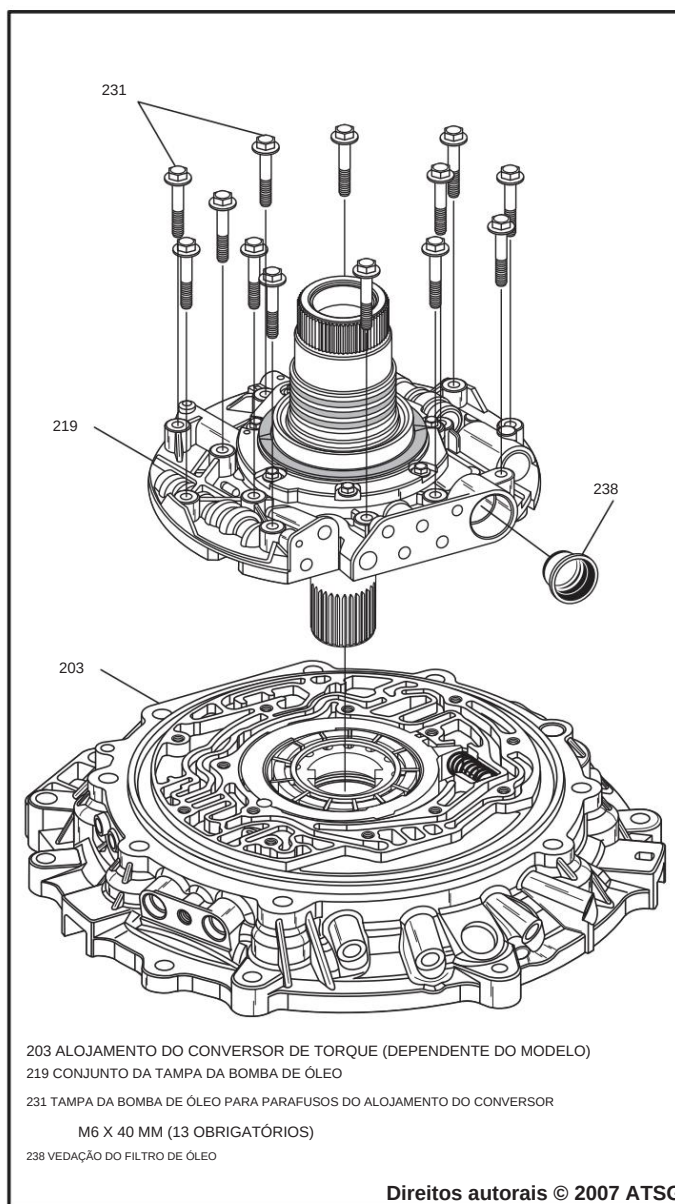

Figura 72
37. Instale o outro anel de palhetas da bomba de óleo na parte superior do rotor e dentro das palhetas da bomba de óleo. A montagem finalizada deve ser semelhante à ilustração da Figura 72.
38. Instale a tampa pré-montada da bomba de óleo na carcaça do conversor, conforme mostrado na Figura 72.
39. Instale a tampa da bomba de óleo nos parafusos de retenção da carcaça do conversor em seus locais apropriados, conforme mostrado na Figura 72, e "aperte manualmente" somente.